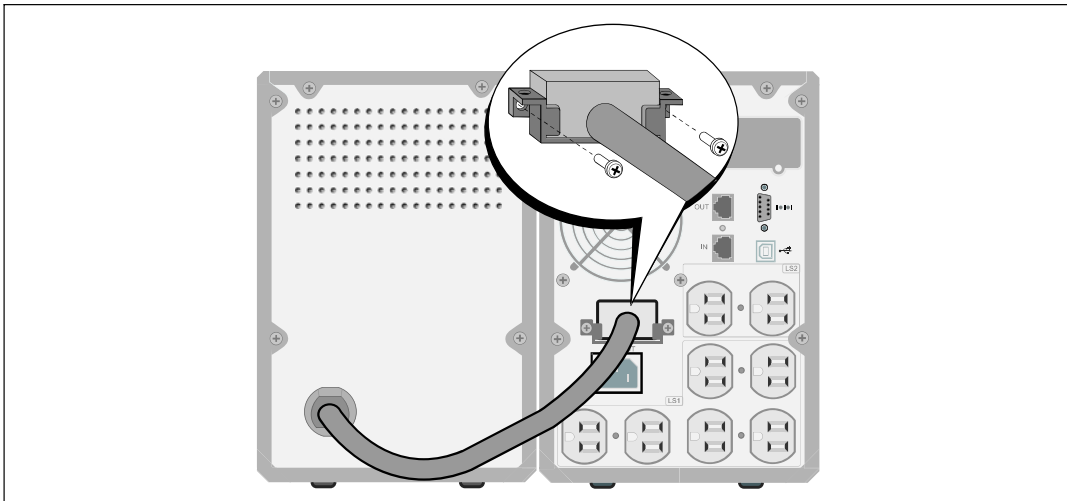

Figure 15. Installation de l'EBM pour des Modèles d'Onduleurs en Tour 1000W et 1920/1500W uniquement
- 3 Branchez le câble de l'EBM dans le connecteur des batteries de l'onduleur (voir Figure 15).